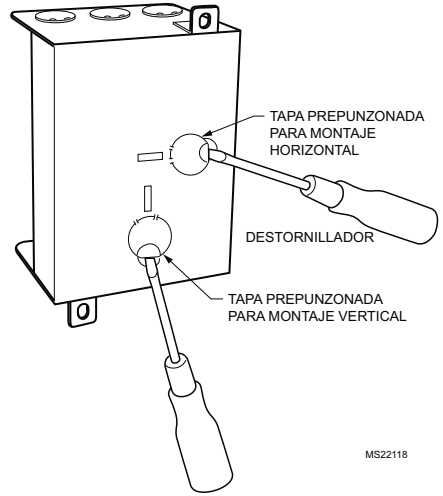

Fig. 2. Remoción de la tapa prepunzonada para el montaje horizontal o vertical.
7. Quite la tapa prepunzonada del cilindro, ya sea para montaje horizontal o vertical, haciendo palanca en la tapa prepunzonada con cuidado desde la parte posterior de la cubierta con un destornillador de hoja plana. Consulte la Fig. 2.